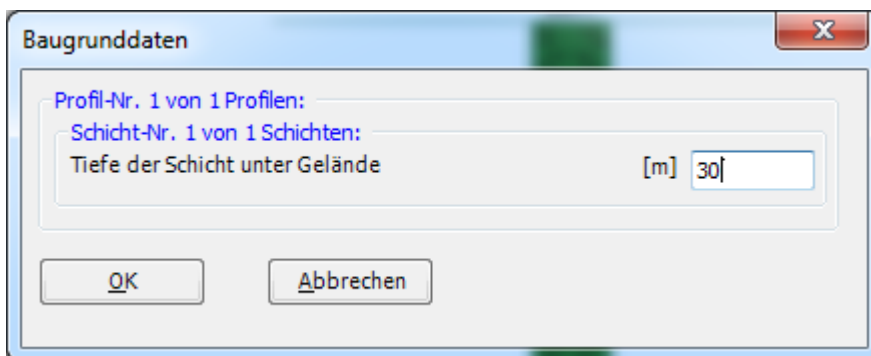

Bild 11.24 Dialogfeld "Tiefe der Schicht unter Gelände"
- Doppelklicken Sie auf Tiefe der Schicht. Das entsprechende Dialogfeld (Bild 11.24) erscheint, um die Tiefe der Schicht zu modifizieren